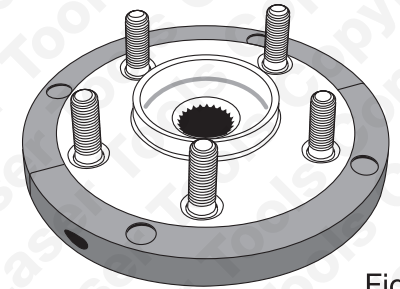

Fig 2
- Zie afb. 2: Plaats de klampen voor montage (A) op de nieuwe combinatie lager en flens en zet ze met de meegeleverde inbusbouten (D) vast.
- Bevestig de vier trekpenen (E) op de trekplaat (B). De trekpenen zitten met de rubberen O-ringen in de trekplaat vast.